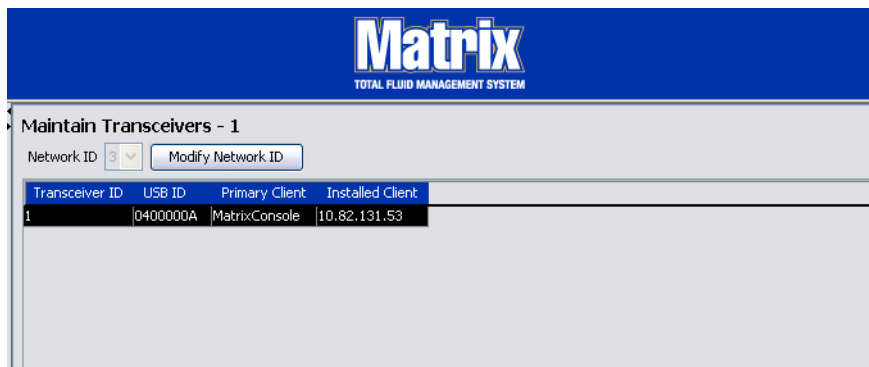

FIG. 61
1. Quando un ricetrasmittitore è connesso alla porta USB del PC, è automaticamente aggiunto alla parte superiore dell'elenco ed è assegnato al primo numero ID ricetrasmittitore disponibile come illustrato nella FIG. 61. Lo scollegamento o spegnimento del ricetrasmittitore non farà sparire il ricetrasmittitore dall'elenco dei ricetrasmittitori, sebbene entrambe le operazioni causeranno l'interruzione immediata della comunicazione mediante quel dispositivo.